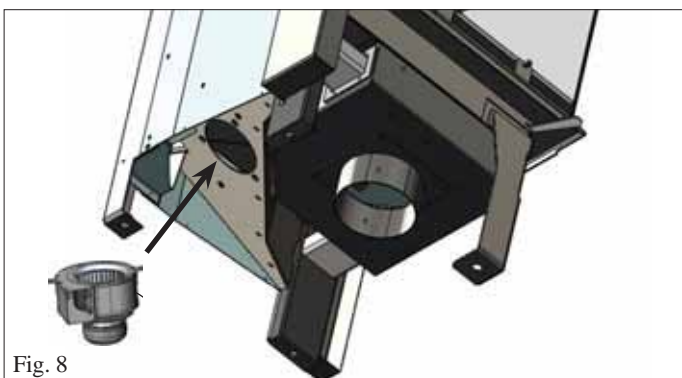

Fig. 8
- Fixar o ventilador com os parafusos fornecidos na placa sob a lareira (fig. 8).